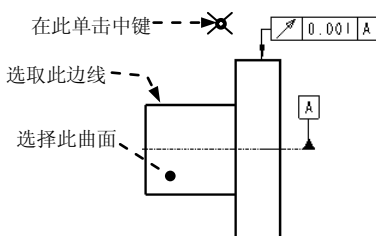

图 5.6.28 定义公差参照 (二)
Step2. 定义放置参照。选取图 5.6.28 所示曲面为公差参照，在系统  的提示下，选取图 5.6.28 所示的边线为放置位置参照。